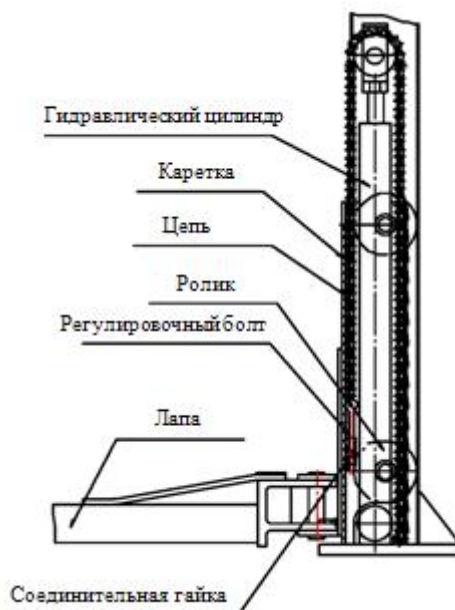

Рисунок 6
- Проверьте правильность соединения между гидравлическим цилиндром и кареткой, а также плотность прикручивания стопорных гаек и соединений цилиндра. См. рисунок 6